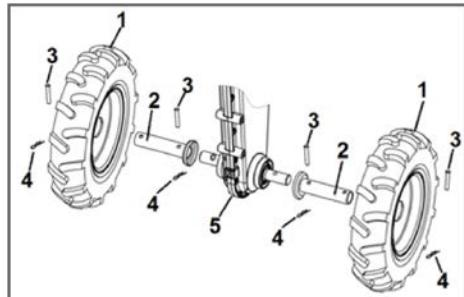

Рис. 6 Установка колес на мотоблок
- Установите оси колес 2 на выходной вал редуктора 5 (Рис. 6). Закрепите оси пальцами 3 и шплинтами 4 (Рис. 6).
- Установите колеса 1 на оси 2 и закрепите их пальцами 3 и шплинтами 4 (Рис. 6).